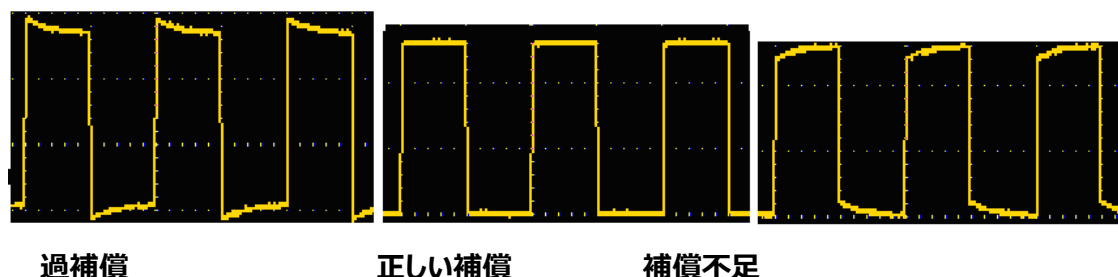
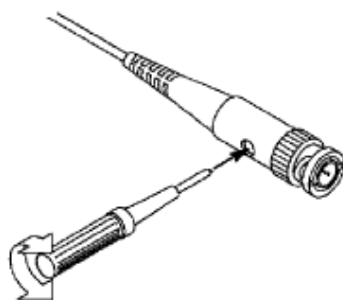

図 35 プローブ補償の表示波形
図 36 プローブの調整
2.表示された波形を確認し、正しい補償が達成されるまでプローブを調整します (図 35 を参照) および図 36)。